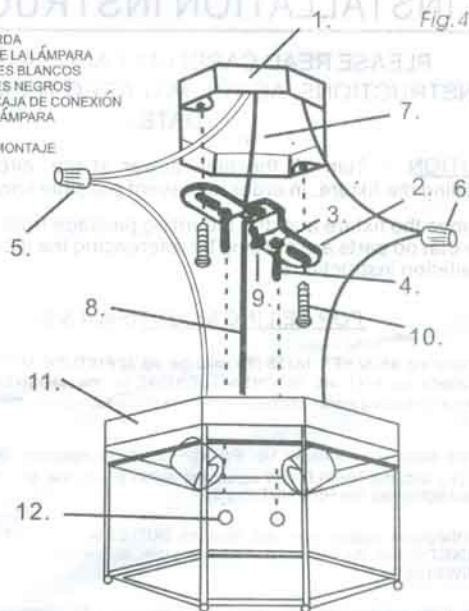

Fig. 5
B) If the fixture uses a single 1/8" IPS NIPPLE (4.) for mounting, thread the 1/8" IPS HEX NUT (3.) onto the NIPPLE, and screw the NIPPLE into the MOUNTING BRACKET (2.) without tightening the HEX NUT. (Fig.5)
B) Si la lámpara usa para montaje un solo tubo de 1/8 IPS de cuerda (4.) y place recta (2.) enrosque una tuerca 9/16 (3.) sobre el tubo (4.) y enrosque el tubo en la placa sin apretar la tuerca todavía. (Fig. 5)